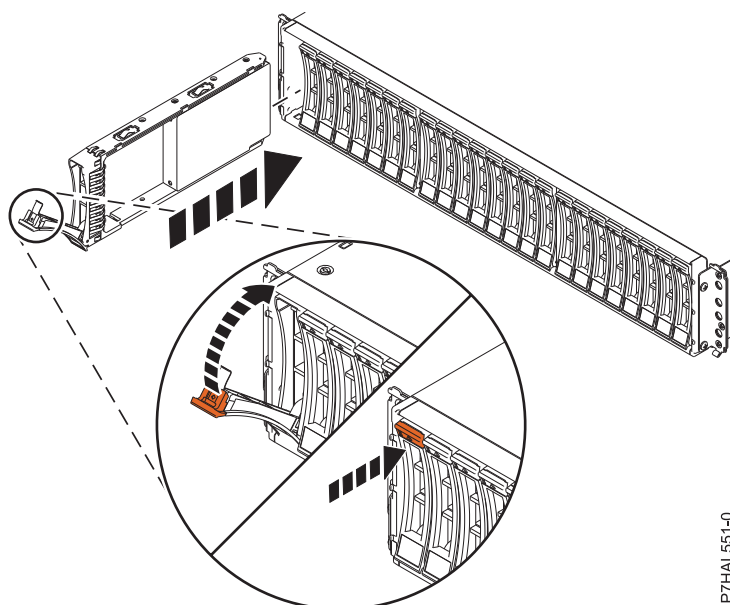

図 37. ディスク・ドライブ・エンクロージャーにおけるディスク・ドライブの取り替え
3. ハンドルをアンロック位置にして (43 ページの図 37 を参照)、ドライブの底面を支え、拡張装置のガイド・レールに位置合わせします。
8. 示されている方向にベイ・ハンドル (A)を回転させて、ドライブをロックします。 図 37